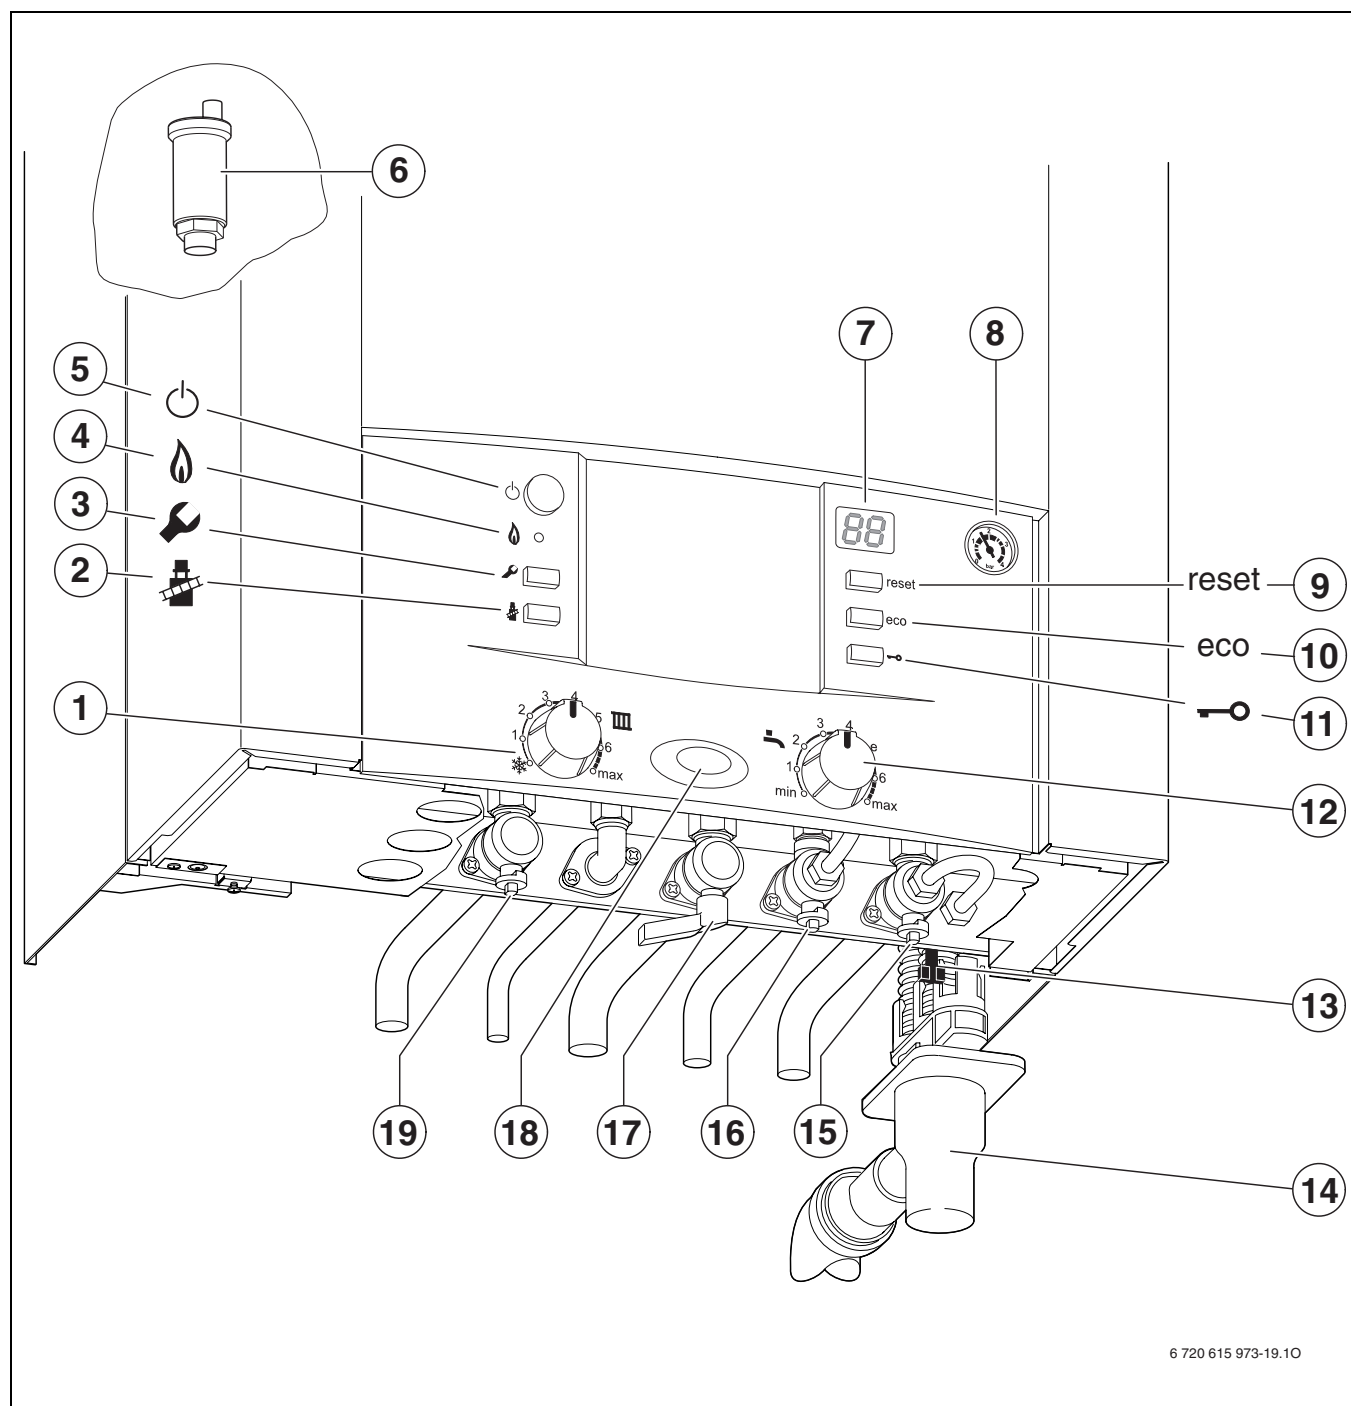

Fig. 28
- ▶ Abrir la llave de agua fría (16)
- ▶ Abrir las llaves de impulsión y de retorno de la calefacción (15 y 19, fig. 28), llenar la instalación de la calefacción a 1-2 bar y cerrar la llave de llenado.
- ▶ Abrir la llave del gas (17).